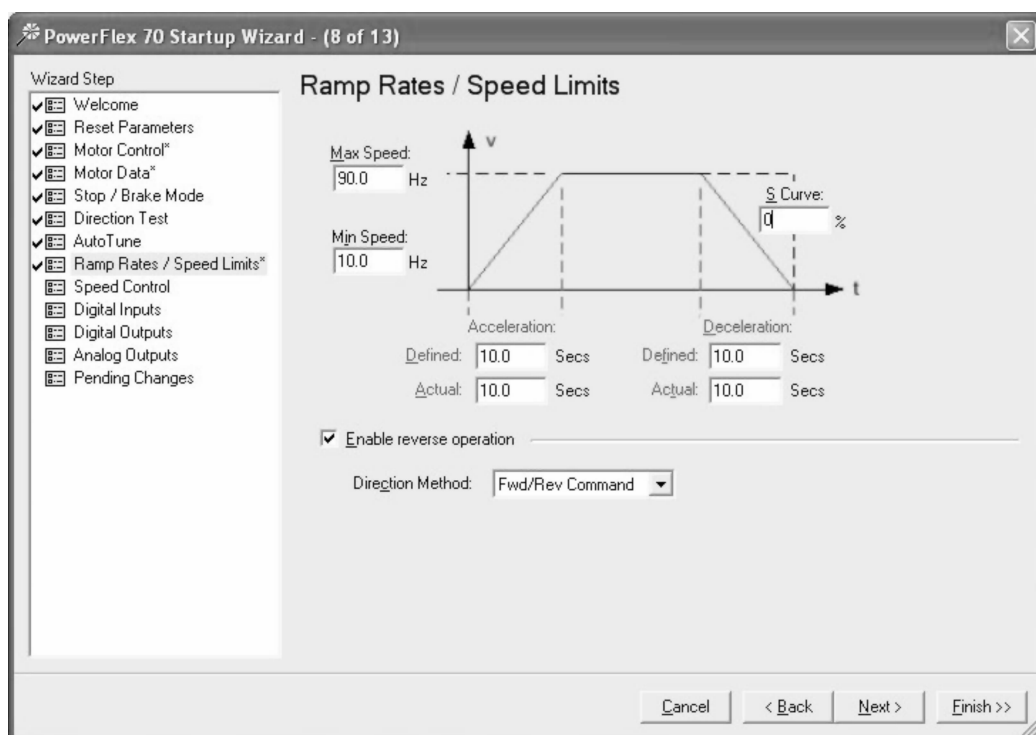

图 25-32 变频器启动向导
30. 执行 PowerFlex 70 启动向导的第8步操作，如图 25-32 所示。